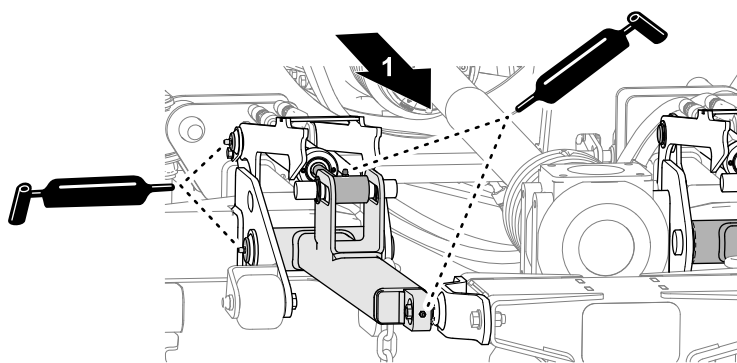

Рисунок 53
- Введите консистентную смазку в подъемные рычаги, гидравлические цилиндры и противоударные подпорки на средней деке газонокосилки (Рисунок 53).
Заправьте консистентной смазкой указанного типа пресс-масленки трех шпинделей на каждой деке газонокосилки (Рисунок 53).